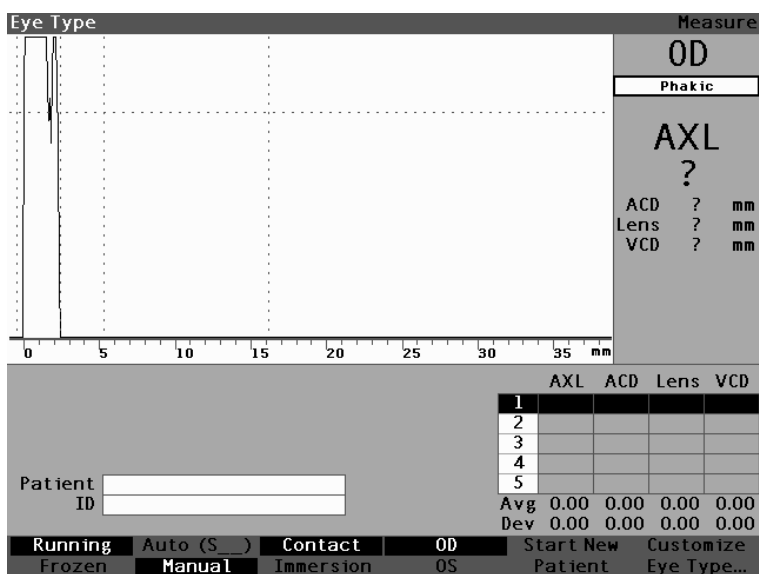

Figura 6-2 Tipo de olho selecionado
1. Dentro da tela de Medição, gire o botão para selecionar o tipo de olho localizado no canto superior direito da tela. A seleção é indicada por uma borda sólida em preto. (Veja Figura 6-2 abaixo.)